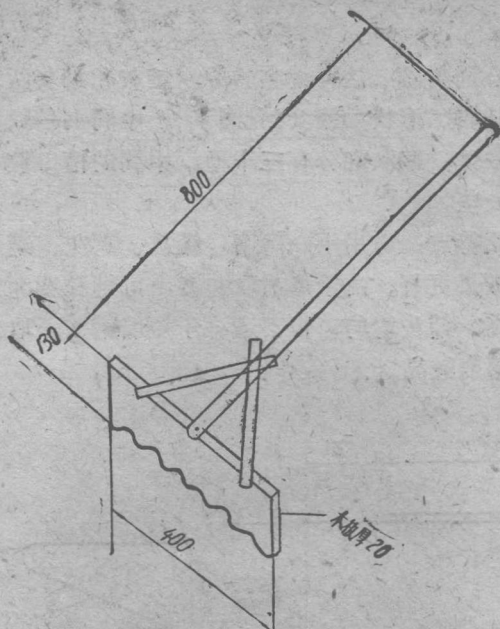

图 5 木制灰耙图
3. 木制灰耙：木制灰耙制作极簡單，用厚2厘米、寬13厘米、長40厘米的木板制成。下部做出槽口，上部釘木柄即可（见图5）。适用于基础和較寬的牆身。鋪灰时将灰浆直接倒在磚面上，然后用灰耙鋪开，效率較高。